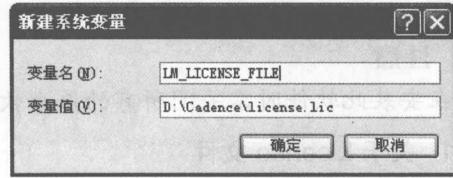

图1-4 【新建系统变量】窗口
(5) 在【系统变量】栏单击 **新建 (N)** 按钮, 出现【新建系统变量】窗口, 输入系统变量, 如图 1-4 所示。
(6) 单击 **确定** 按钮, 关闭打开的所有窗口, 然后将“License.lic”文件复制到“D:\Cadence”目录下。